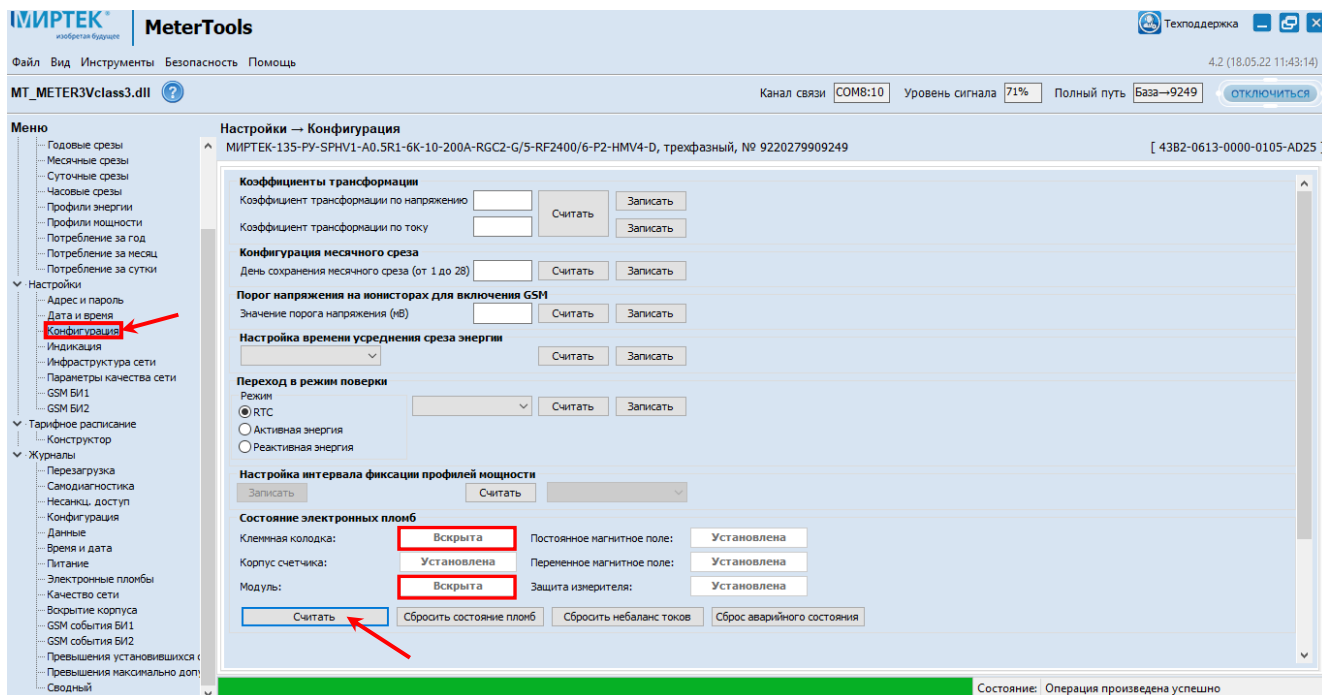

Рис. 20 – Проверка состояния электронных пломб.
5.2. Подключившись к прибору, перейти на вкладку меню «Конфигурация». В поле «Состояние электронных пломб» нажать кнопку «Считать». После открытия блоков в процессе монтажа и крышек модуля связи, состояния электронных пломб «Клеммная колодка» и «Модуль» будут отображаться, как «Вскрыта» (рис. 20).